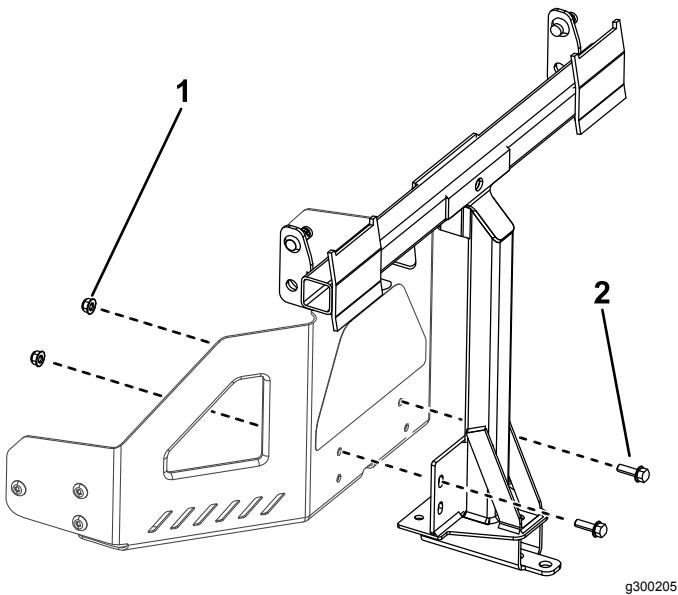

Bild 8
2. Befestigen Sie den Drehrahmen an der Maschine, wie in Bild 8 abgebildet. Befestigen Sie den Drehrahmen mit zwei Schrauben